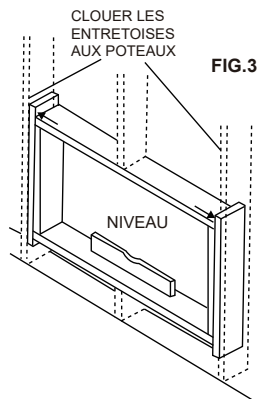

FIG.3
2. Sécurisez le boîtier en place à l'aide des clous de maçonnerie, ou les bonnes vis d'ancrage de maçonnerie. (Une autre façon de faire ceci est de construire un cadre dans la maçonnerie comme illustré dans la Fig. 3 de l'étape 2 de Préparer le mur. Le cadre doit être fermement ancré à au mur en maçonnerie. Cette façon offre un très bon dégagement de louver sur chaque côté du boîtier.)